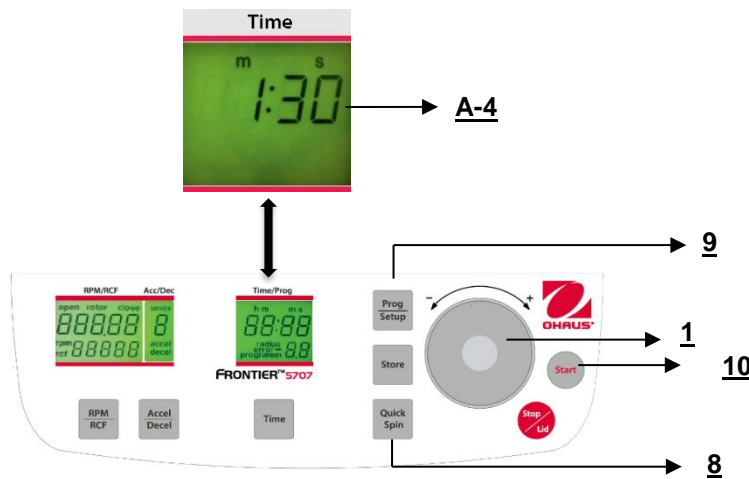

Figura. 24
È possibile avviare la centrifuga con il tasto **"Start"** (10) (rif. figura 24) oppure con il tasto **"Quick Spin"** (8).